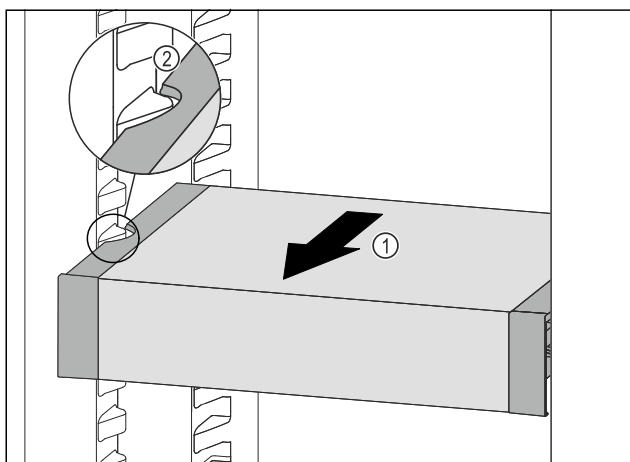

Fig. 209
- Táhněte VarioSafe dopředu Fig. 209 (1), dokud nebudou boční vybrání VarioSafe na úrovni žebrování na nádoby v chladničce. Fig. 209 (2)